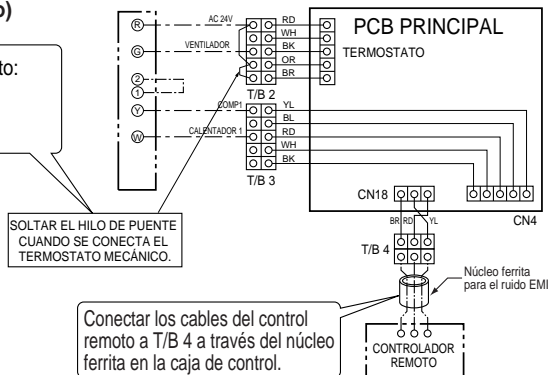

Figura 5A
■ Sólo en modelo con frío - 1 comp, 1 calentador (Figura 5A)